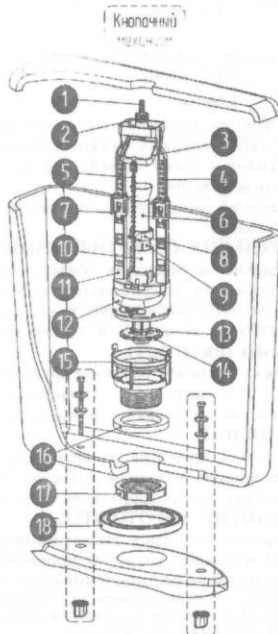

Рисунок 1
1. Снимите крышку с бачка. Отсоедините от спускной арматуры корпус нижний 15. Наденьте на корпус прокладку 16, установите в бачок и закрепите гайкой 17, усилие затяжки гайки не более 3Нм. Разместите на полке унитаза прокладку между бачком и унитазом 18 (входит в комплект). Закрепите бачок на унитазе с помощью крепежа (входит в комплект), схема крепления (см. рис.1). Во избежание течи изпод прокладки между бачком и унитазом крепежные гайки затягивайте равномерно с двух сторон.